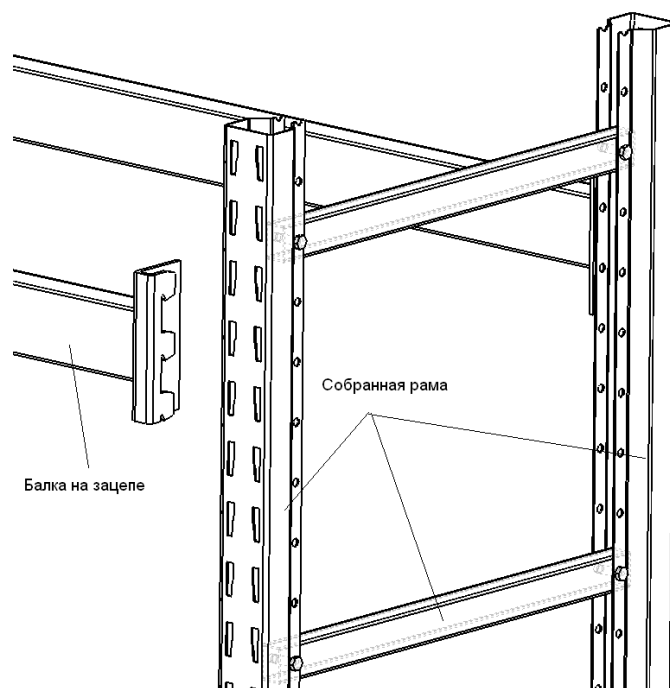

Рис. 4
3.1. Соединить рамы между собой соответствующими балками – 2 балки на каждый ярус (Рис. 4). Перфорация стоек рамы позволяет регулировать высоту установки балок с шагом 50 мм.